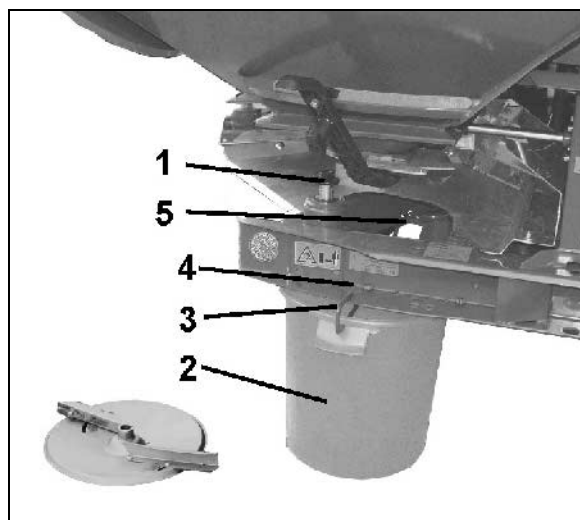

Fig. 49
- 3.1 Skru ut vingemutteren (Fig. 49/1) for å feste den venstre spredeskiven, og trekk spredeskiven av girakselen.
4. Heng samlebeholderen (Fig. 49/2) i holderne (Fig. 49/4 og Fig. 49/5) på rammen ved hjelp av bøylen (Fig. 49/3).